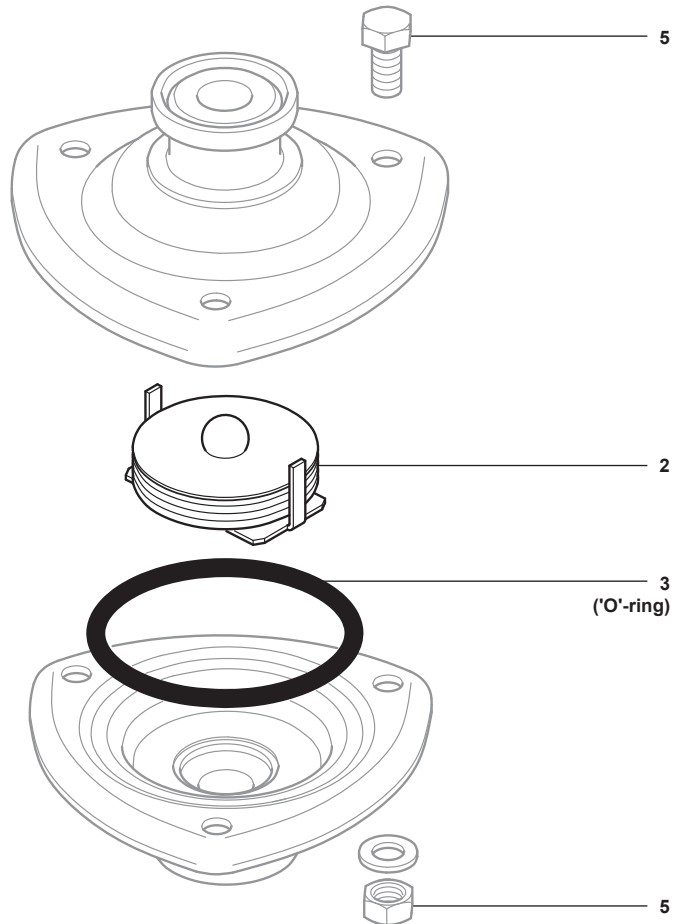

Fig. 2
- De eindaansluiting met interne zitting, pakking en capsule kunnen dan worden verwijderd voor reiniging of vervanging. Zorg ervoor dat de capsule bij het opnieuw monteren in de juiste positie wordt geplaatst (zie afbeelding 2).